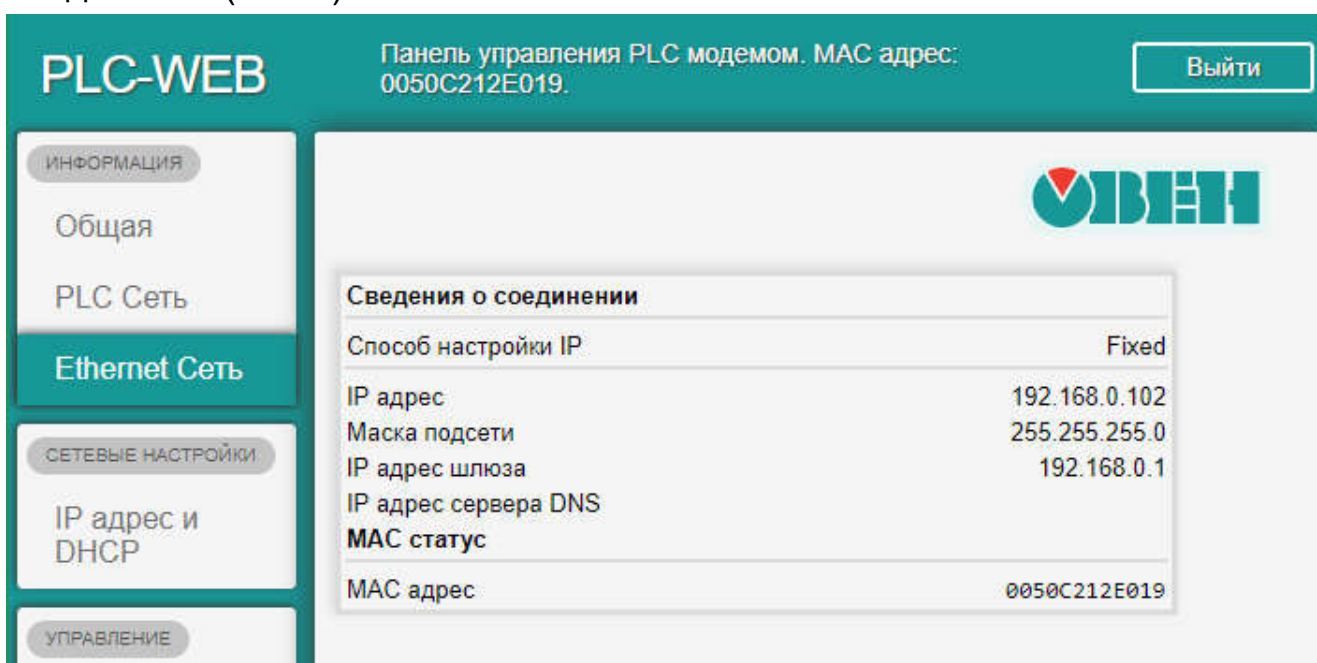

Рис.6
2.3. Вкладка «**Ethernet Сеть**» содержит сведения о текущем Ethernet соединении (Рис.6).